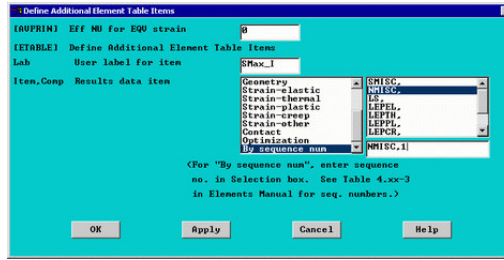

Рисунок 20 – Графічне вікно задання таблиці додаткових елементів
- з'явиться вікно. Заповнити його, як показано (рис. 20), для отримання максимального напруження в *i*-му вузлі кожного елемента і зберегти як 'SMAX\_I'.